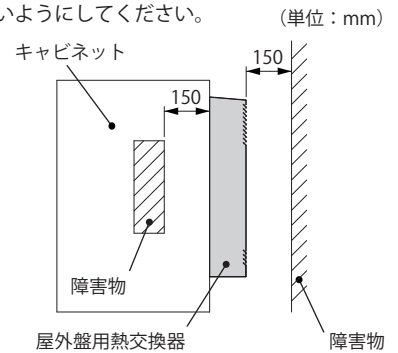

図 1 障害物からの距離
- ・吸気口および排気口の通風を妨げたり塞がないよう、また、排気が直接本製品吸気口に流入しないように取付位置に注意してください。能力低下の原因となります。障害物からの距離を 150mm以上離すことをおすすめします。(図 1)